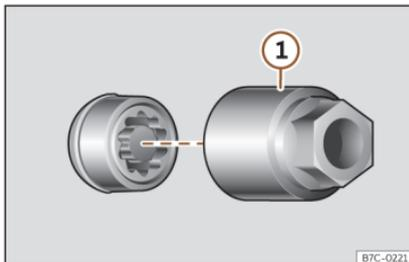

Fig. 36 Vite antifurto con cappuccio ed adattatore.
- Inserire l'adattatore speciale »»» **fig. 36** ① (attrezzo di bordo) »»» pag. 46) nella vite antifurto della ruota fino al fermo.